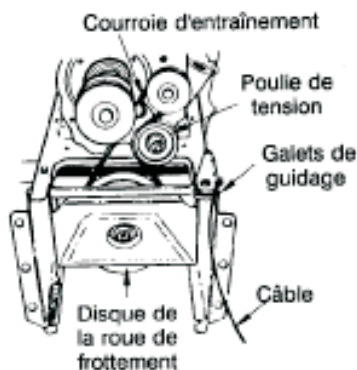

FIGURE 29
REMARQUE : Faites passer le câble d'entraînement de la tarière entre les galets de guidage représentés à la Figure 29 en réassemblant les deux moitiés de la souffeuse.
- Avancez la poulie de tension vers vous et dégagez la courroie d'entraînement de celle-ci. La poulie de tension se trouve sur l'avant du moteur et sous le couvre-courroie que vous avez déjà démonté. Voir la Figure 29.
- Glissez la courroie entre la roue de frottement et le disque de la roue de frottement. Voir la Figure 29. Il faudra peut-être tordre la courroie à plat pour la glisser entre la roue de frottement et le disque de la roue de frottement. Enlevez complètement la courroie.